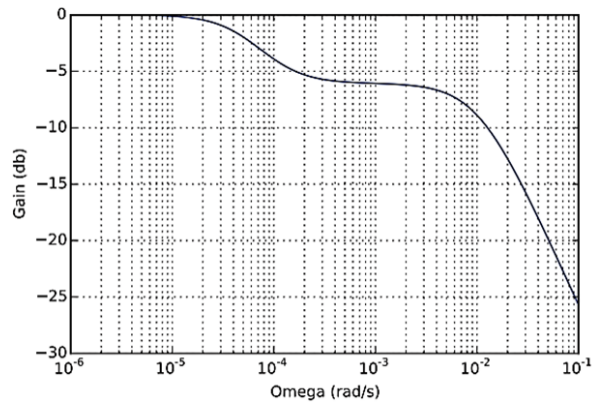

FIGURE 10 – Diagramme de Bode sans isolation
I.9.b. En pratique, pour $\alpha = 200$, on obtient le diagramme de Bode de la figure 10 du **document réponse**. Mettre clairement en évidence, sur le diagramme de la figure 10 du **document réponse**, des zones rectilignes. Interpréter ces zones et placer trois pulsations particulières $\omega_1 < \omega_2 < \omega_3$.